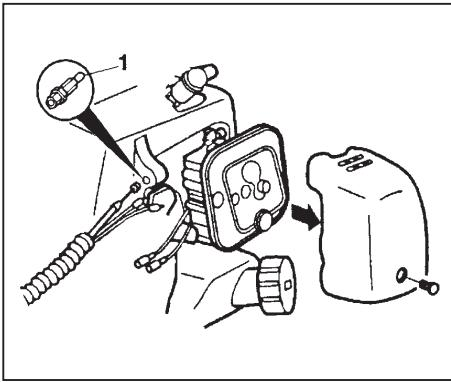

Fig. 1-4
Remove air cleaner cover. (Fig. 1-4)
Set outer-receiver (1) (If so provided) into wire guide and put throttle wire through the outer-receiver. (Fig. 1-4)
(Fig. 1-4)
Far passare l'estremità del ricevitore (1), (se presente), nel guida-filo e mettere il filo dell'acceleratore attraverso il ricevitore esterno. (Fig. 1-4)
Colóquese el receptor externo (1), (si lo hay), en la guia de alambre e insértese el alambre estrangulador a través del receptor externo. (Fig. 1-4)
Retirer le couvercle du filtre à air. (Fig. 1-4)
Positionner le guide extérieur (1), (s'il y a lieu), sur le guide-fil et mettre le câble de commande des gaz à travers le guide extérieur. (Fig. 1-4)
Den Luftfilterdeckel abnehmen. (Fig. 1-4)
Richten Sie das Außenempfangsgerät (1), (wenn es gibt), zum Drahtführer zu und führen Sie den Drosseldraht durch das Außenempfangsgerät aus. (Fig. 1-4)
Tag bort kåpan från luftrenaren. (Fig. 1-4)
Sätt på den yttre behållaren (1) (om den medföljer) på vajerledaren och för in Vid använd gasregleringskabeln genom den yttre behållaren. (Fig. 1-4)